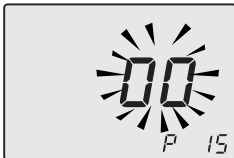

Figura 5.48
- Scorrere i vari parametri utilizzando i tasti 18 o 19 fino a far apparire sul display LCD le lettere **P15** e il valore del parametro, indicanti l'entrata nel "parametro 15" (Figura 5.48).